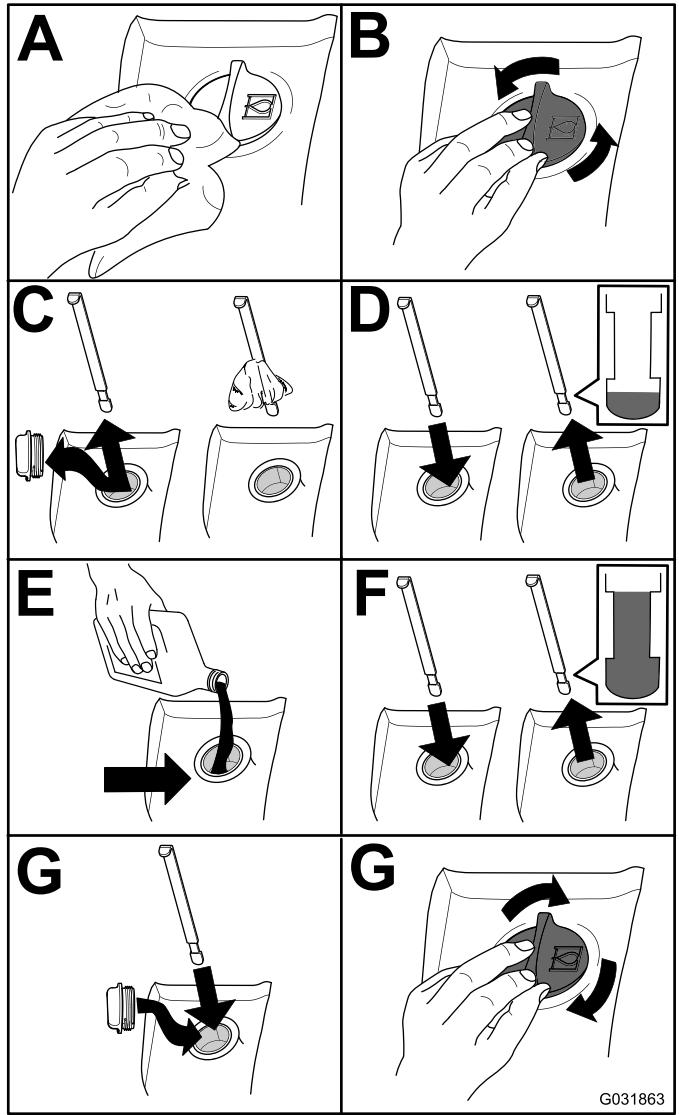

Figura 68
2. Verifique o nível de fluido hidráulico (Figura 68).